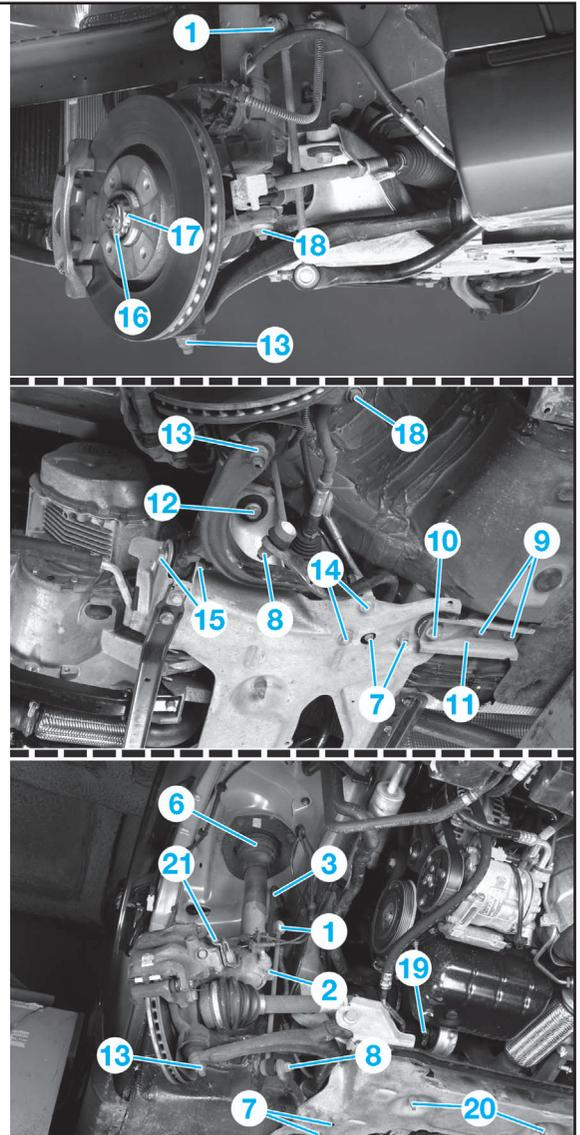
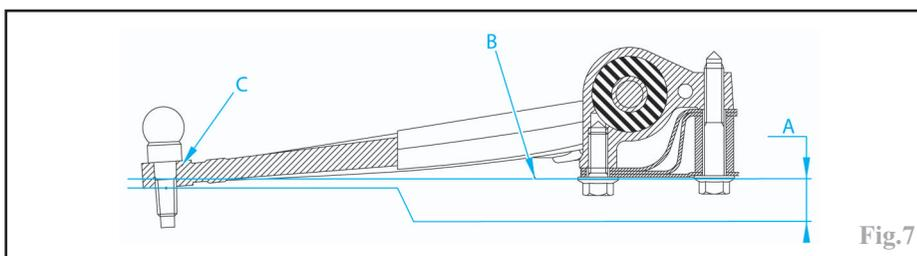

Fig.1
Fig.7
Désaccoupler la rotule supérieure de barre stabilisatrice (1) (Fig.1).
-la vis de fixation (8) de la canalisation d'alimentation hydraulique.
-les 3 vis de fixation (5) de l'élément porteur.
Dégager le soufflet de protection (6) (Fig.1) de la partie supérieure du vérin.
Mettre en place le soufflet de protection (6) (Fig.1).
Serrer au couple la vis de bridage (2) (Fig.1) du vérin sur le pivot.
Déposer les fixations des paliers de barre stabilisatrice (7) (Fig.1).
-les vis (9) de fixation des chapes de berceau (Fig.1).
-les vis (10) de fixation du berceau.
-les chapes (11).
-les vis (12) de fixation avant du berceau.
-l'écrou (13) (Fig.1) de rotule inférieure de pivot puis la désaccoupler.
-les vis de fixation (14) du palier arrière.
-la vis de fixation (15) du palier avant.
-lever le triangle de telle sorte que son extrémité inférieure (A) (Fig.7) soit **10 mm** en dessous du plan inférieur (B) du berceau au niveau du palier arrière puis serrer les vis de fixation arrière au couple prescrit.